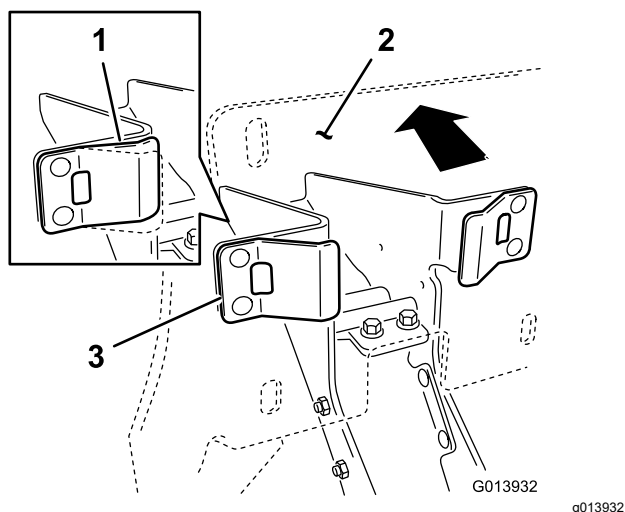

Figura 9
1. Asigurai-vă că opritoarele din plastic sunt în contact direct cu umerii arcului, aplicați un nivel suficient de presiune asupra ansamblului plăcii spate a cadrului de susinere, pentru a comprima umerii arcului la jumătatea dimensiunii lor (Figura 9).